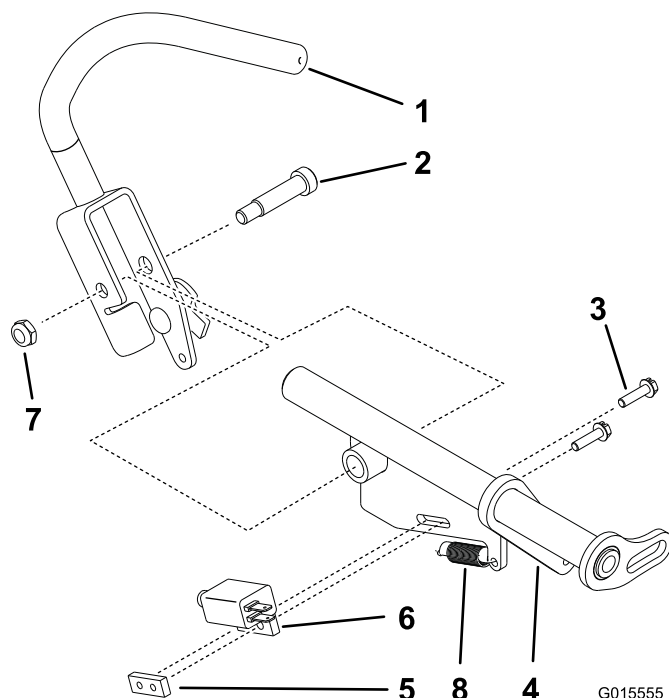

図 7
5. 右側コントロールブラケットについているスプリングを外す（図 7）。
6. 右側コントロールブラケットについているスイッチを外す（図 7）。
7. 右側コントロールブラケットから、ショルダボルトと右側コントロールレバーを外す（図 7）。
1. 右側コントロールレバーを、新しいコントロールブラケットに取り付ける；先ほどはずしたショルダボルトロックナットを使う（図 7）。
2. 新しいコントロールブラケットに、先ほど外した OPC スイッチを取り付ける；先ほどはずしたスイッチねじとナットを使用する（図 7）。
3. 右側コントロールブラケットと右側コントロールレバーに、先ほど取り外したスプリングを接続する（図 7）。